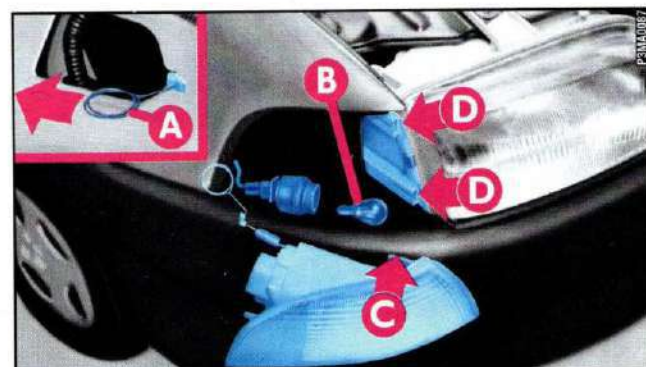

fig. 19
- 1) Sganciare la molla **A**-fig. 19, agendo nel senso della freccia.